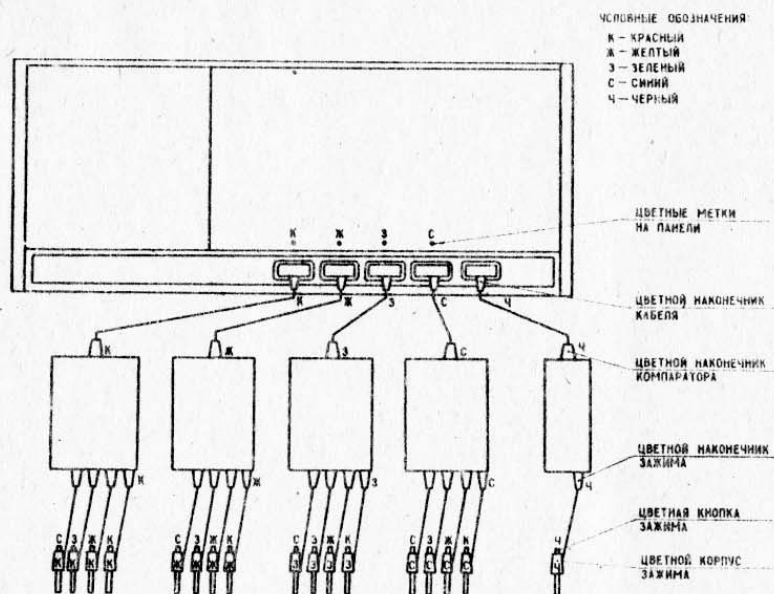

Рис. 6.3
6.3.5. Подключите входные компараторы. Все четыре 4-канальные компараторы имеют одинаковую схему, но для упрощения отыскания зажима определенного канала рекомендуется использовать цветной код. Рекомендованный вариант подключения приведен на рис.6.3.